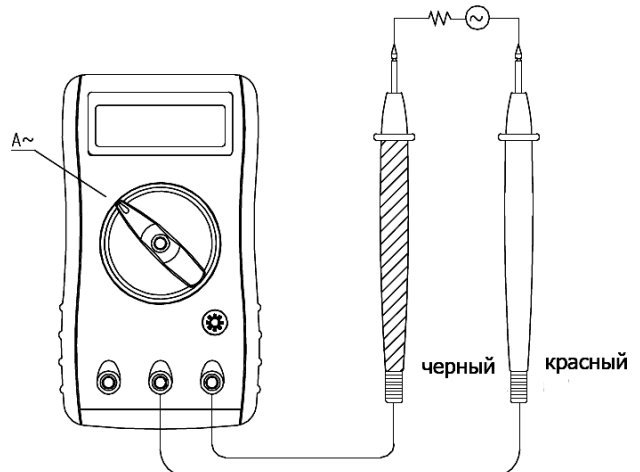

Рис.5
**D. Измерение переменного тока (рис.5)****⚠ Предупреждение**